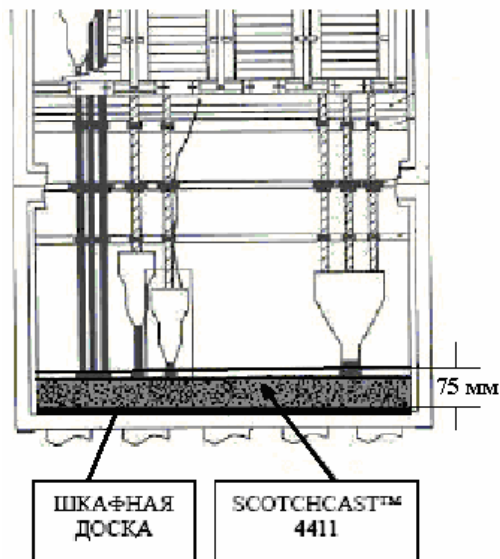

Рис.15.5. Основание терминала, залитое компаундом
15.7. Равномерно распределить компаунд по основанию и между кабелей связи. Слой затвердевшего компаунда должен иметь толщину не менее 76 мм по всей площади основания терминала, не покрывая при этом разделанные края оболочек кабелей (рис. 15.5). Как правило, при температуре 22°C вспенивание компаунда занимает